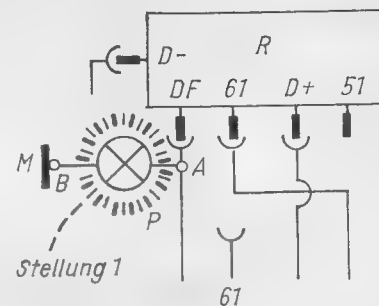
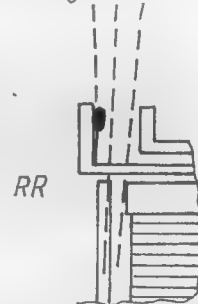

Bild 65
Bild 66
- A an Klemme DF (Regler) legen, B an Masse legen (siehe Bild 65 sowie Bild 66, Stellung 1).
- Auf der Reglerseite (Fahrtrichtung links) wird die Kontaktfahne von Hand abgehoben, bis kein Kontakt mehr gegeben ist (siehe Bild 66, Stellung 2).
- Die Kontaktfahne wird noch weiter bewegt, bis sie wieder Anschlag hat (siehe Bild 66, Stellung 3).